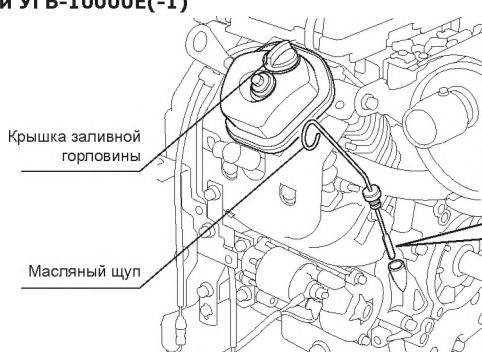

рис. 4
Каждый раз перед запуском двигателя генератора и каждые пять часов работы генератора проверяйте уровень масла в двигателе. Поддерживайте уровень масла между отметками Min и Max на масляном щупе (рис. 4).
- Отверните и извлеките масляный щуп. Проверьте уровень масла. Медленно дайте масло до нужного уровня по меткам на щупе или краю маслозаливной горловины (рис. 4).